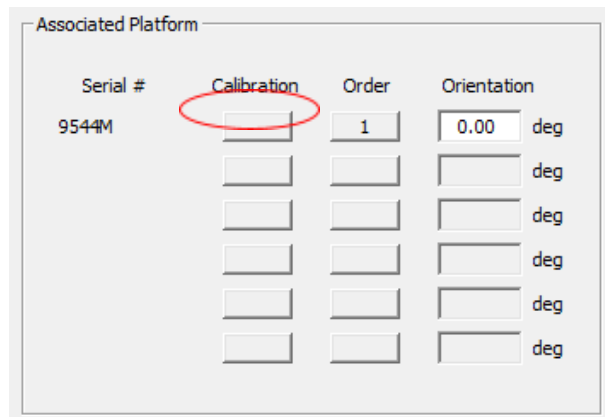

Figura 3 Associated Platform - Interfaz del software GEN5
- Para ver si la las plataformas se encuentran bien calibradas, se dará click en el botón (Ver Figura 3) que está al lado del número de serie de la plataforma conectada.